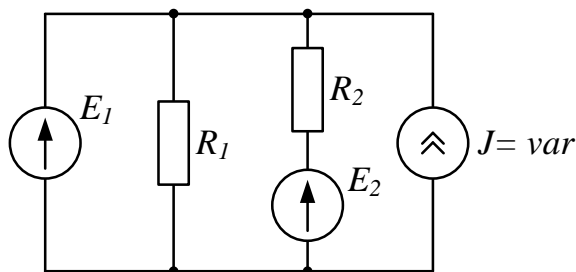

Рис. 2
2. Проанализировать влияние тока источника тока \mathfrak{J} на токи ветвей схемы (рис. 2).